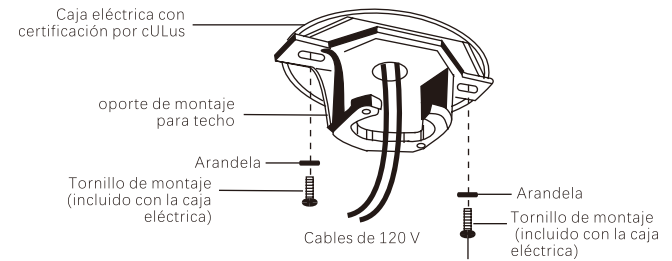

Imagen 6
**Paso 3.** Pase los cables de alimentación de 120 voltios desde la caja de salida del techo a través del centro del soporte de montaje techo. (Imagen 6)
**Paso 4.** Acople el soporte de montaje de techo a la caja de salida con los tornillos y arandelas incluidas en la caja de salida. (Imagen 6)